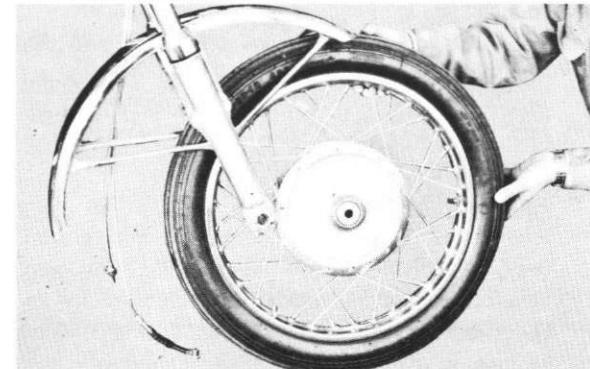

Fig. 5-1-10
- 6) Raise the front of the chassis, and remove the front wheel assembly. (Fig. 5-1-10)
- 6) Soulevez l'avant du cadre et retirez la roue avant. (Fig. 5-1-10)
- 6) Vorderradgabel anheben und Vorderrad herausziehen. (Abb. 5-1-10)
- 1) Vérification du faux-rond de la jante. Fixez la roue avant, comme indiqué à la Fig. 5-1-10, et mesurez le faux rond de la jante à l'aide d'une jauge à cadran.
- 1) Felge auf Unrundigkeit überprüfen: Vorderrad wie aus Abbildung 5-1-10 ersichtlich verankern und Unrundigkeit der Felge mit einer Messuhr kontrollieren.